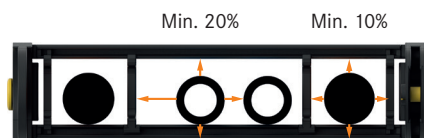

Abb. 1
1) Bei Stromkabeln muss ein Freiraum von mindestens 10 % zwischen dem Kabel und dem äußeren Rahmensteg garantiert werden, bei pneumatischen Leitungen sollte der Freiraum 15 % betragen, während er bei hydraulischen Schläuchen mindestens 20 % aufweisen sollte (**Abb. 1**)